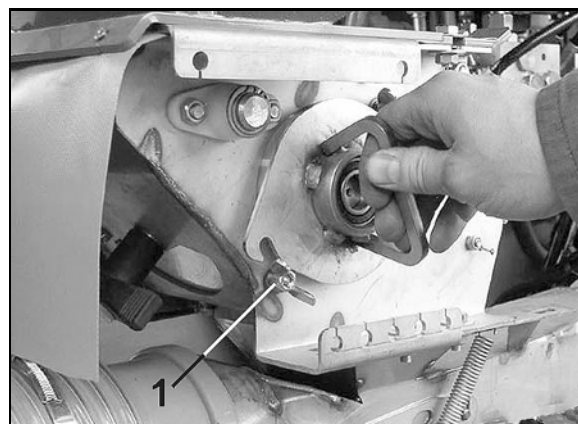

Рис. 85
2. Заслонку (Рис. 85/1) переместите до упора в дозаторе.